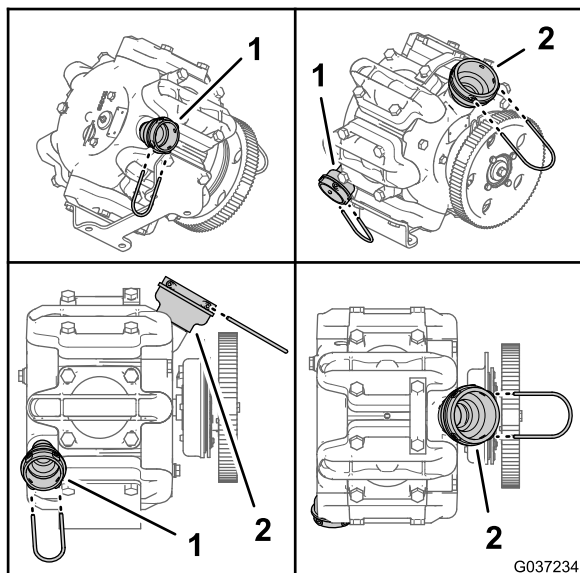
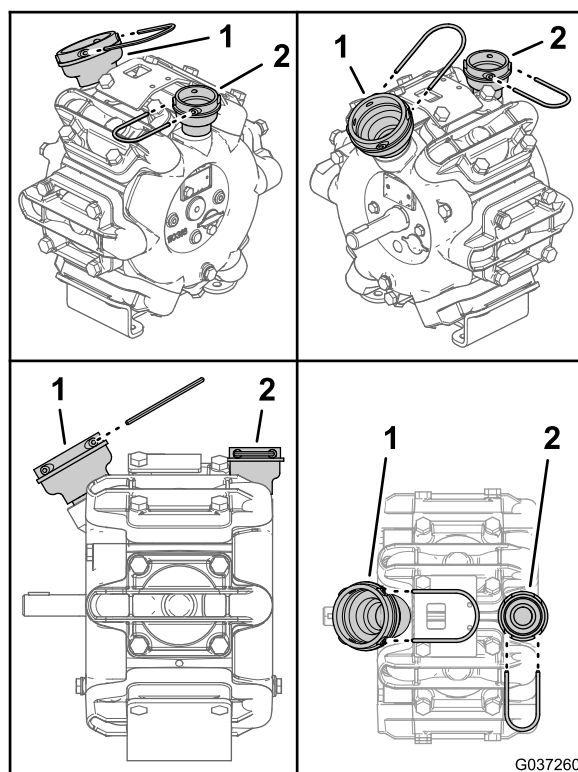

Рисунок 2
Рисунок 3
1. Сняв старый насос опрыскивателя с машины, запомните положение держателя и гнезда держателя штуцера отверстия нагнетания; см. Рисунок 2 или Рисунок 3.
2. Запомните положение держателя и гнезда держателя штуцера впускного отверстия; см. Рисунок 2 или Рисунок 3.
- Затяните штуцер вручную, пока гнезда держателей не будут совмещены так же, как на старом насосе, положение держателей которого вы запомнили при выполнении пункта 2 в разделе 2 Запоминание положений штуцеров насоса опрыскивателя (страница 2); см. Рисунок 2 или Рисунок 3.
7. Затяните штуцер вручную, пока гнезда держателей не будут совмещены так же, как на старом насосе, положение держателей которого вы запомнили при выполнении пункта 1 в разделе 2 Запоминание положений штуцеров насоса опрыскивателя \(страница 2\); см. Рисунок 2 или Рисунок 3.